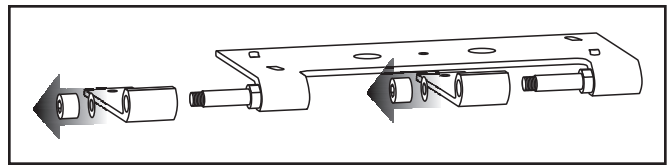

Figure 2. Étapes 1 et 2
- 1 Préparez une surface plane avec des coussins et des draps pour protéger l'enceinte pendant que vous travaillez dessus. Placez délicatement l'EFX face vers le bas sur la surface de travail, en utilisant des livres ou des morceaux de carton pour empêcher l'enceinte de basculer. À l'aide d'une clé Allen de 6 mm, enlevez les deux écrous borgnes et les rondelles situés sur la partie supérieure des charnières cylindriques et mettez-les de côté. Retirez délicatement le support mural du boîtier en le glissant vers le dessous de l'enceinte (voir figure 2).